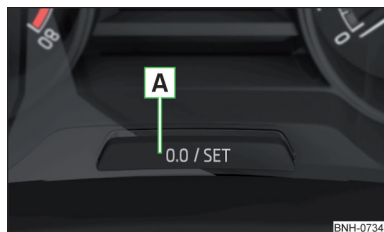

Fig. 41
- Mantenga pulsada la tecla **A** » fig. 41 hasta que se muestre en la pantalla el punto de menú **Servicio**.